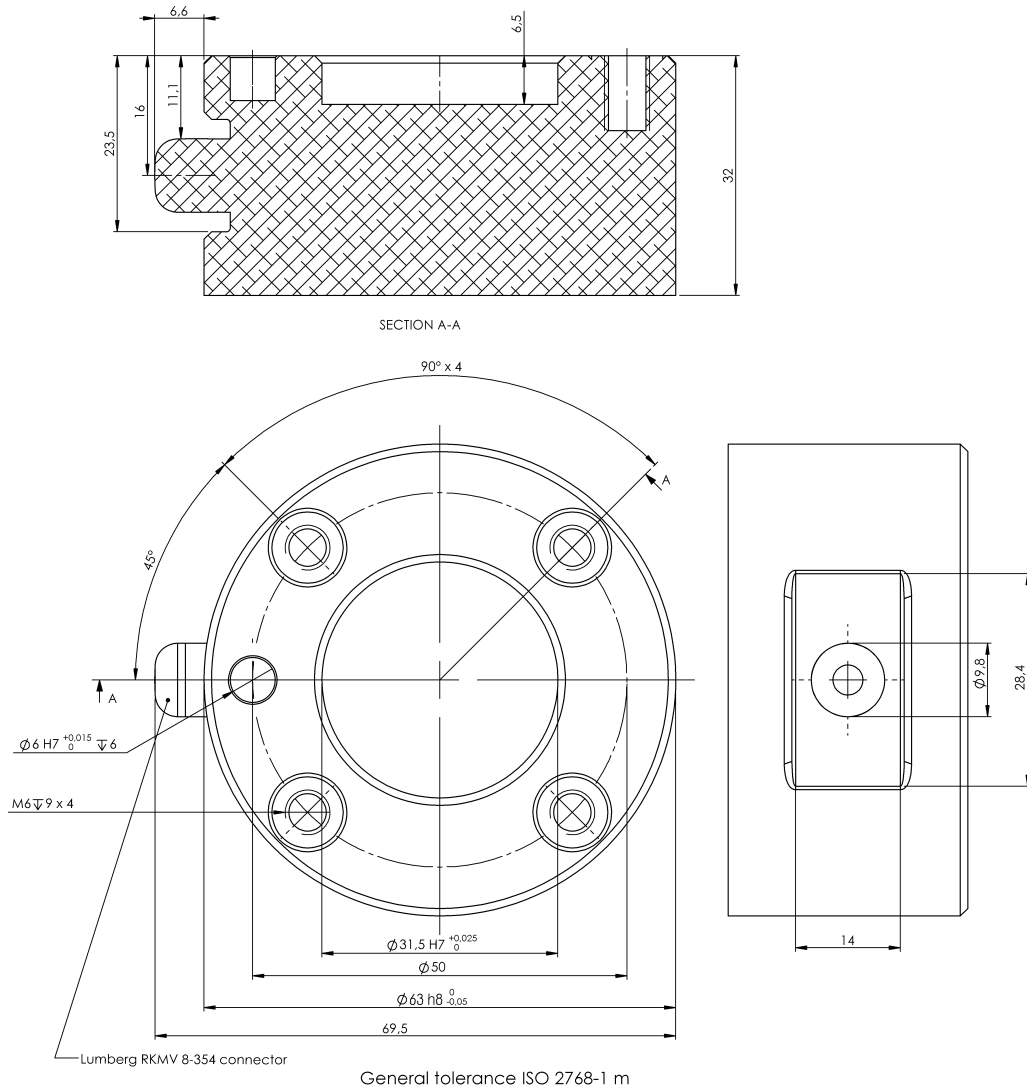

Figura 3.2: O flange de saída da ferramenta, ISO 9409-1-50-4-M6. Este é o local no qual a ferramenta é montada na ponta do robô. Todas as medidas estão em mm.
**Ferramenta** O flange da ferramenta do robô tem quatro furos M6 rosqueados para conectar uma ferramenta determinada ao robô. Os furos devem ser apertados com 9 N m. Se for desejado um reposicionamento muito preciso da ferramenta, o furo Ø6 deve ser usado com um pino. A Figura 3.2 mostra onde fazer os furos e montar os parafusos.